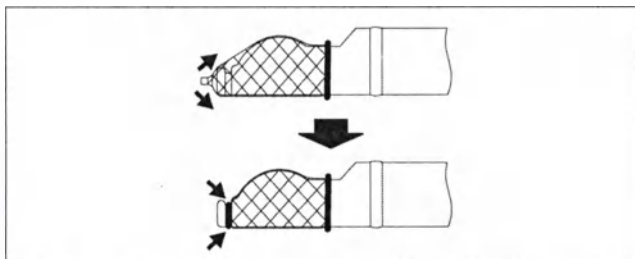

Рисунок 12
- с) Растяните отверстие (2) баллона и наденьте отверстие (2) баллона так, чтобы дистальный конец эндоскопа оказался наружу, а край отверстия (2) вставился в паз 2. ➡ рис. 12.